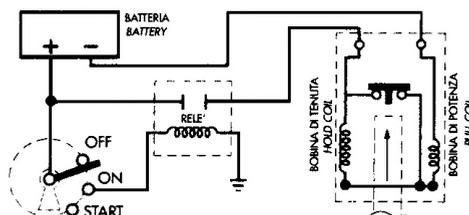

FIG.5
- **Circuito serie 1**, caratterizzato dalla presenza dell'interruttore interno per la protezione della bobina, disponibile con due faston o due cavi di alimentazione (positivo e negativo). La massa è isolata. La bobina di potenza e la bobina di mantenimento sono alimentate al momento dell'accensione del quadro della macchina e non quando si fa l'avviamento (fig.5). Il movimento del nucleo mobile aziona a fine corsa l'interruttore interno, che riduce il consumo dell'elettromagnete (rif. paragrafo "Protezione della bobina") per non surriscaldare.
A causa dell'elevato assorbimento di corrente per non danneggiare il quadro della macchina, è necessario alimentare l'Elettrostart attraverso un relé, da aggiungere se assente (rif. fig.5). Il relé deve essere adeguato alla corrente assorbita dal solenoide (60A consigliato).